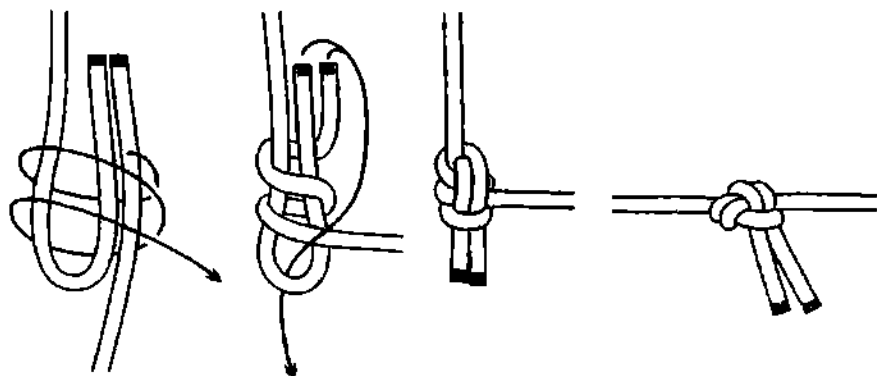

Рис. 917. Треугольный узел.
*Треугольный узел* – это *строповый узел* со шлагом, у которого коренной и ходовой концы поменены местами (рис. 917). Не смотря на это, узел очень крепкий и надёжный. Он быстро вяжется, не ослабляет трос и легко развязывается после использования.